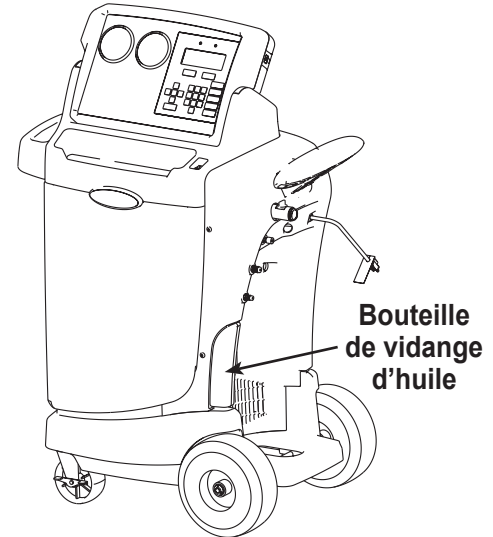

Figure 11
1. Assurez-vous que la bouteille de vidange d'huile située sur le côté de l'unité est vide. Reportez-vous à la Figure 11. Récupérez le fluide frigorigène tel que décrit dans le présent manuel sous la rubrique Récupération du fluide frigorigène d'un véhicule.